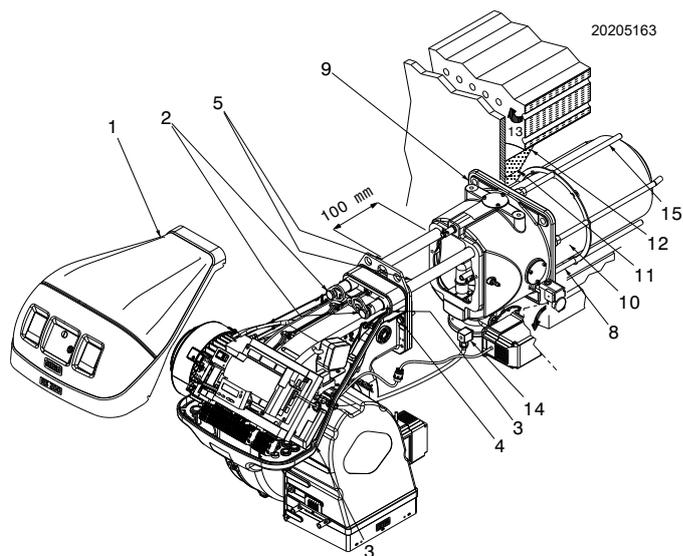

Fig. 17
Per le caldaie con giro dei fumi anteriore 13)(Fig. 17), eseguire una protezione in materiale refrattario 11), tra refrattario caldaia 12) e boccaglio 11).
Per le caldaie con il frontale raffreddato ad acqua non è necessario il rivestimento refrattario 11)-12)(Fig. 17), se non vi è espressa richiesta del costruttore della caldaia.
Separare la testa di combustione dal resto del bruciatore, come in Fig. 17; procedere come segue:
**Durante il fissaggio del bruciatore alla caldaia, prestare particolare attenzione ai tubi gas esterni 15 (Fig. 17) per evitare di danneggiarli.**
- rimontare il bruciatore sulle guide 3) a circa 100 mm dal manicotto 4) - bruciatore nella posizione illustrata in Fig. 17 a pag. 22;